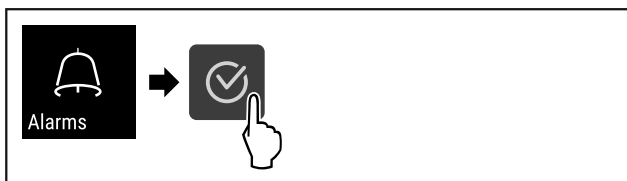

Fig. 103
- ▶ Provedte akční kroky (viz Fig. 103).